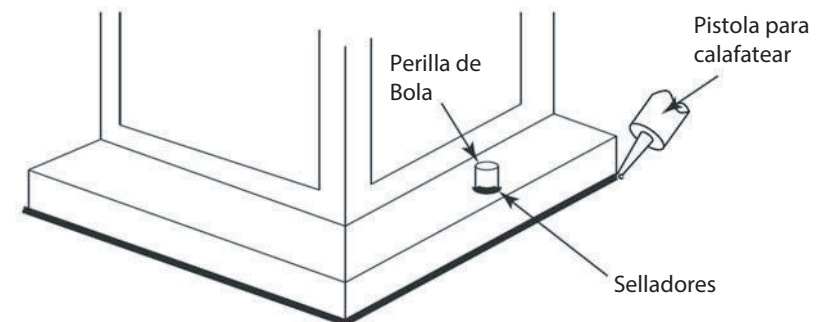

Figura 2
1. Conecte el cable de alimentación positiva (A) (normalmente negro el lado no marcado suave del cable de dos conductores) de plomo accesorio positivo (B) con un giro de tamaño apropiately conector - **Véase la Figura 2 y 3**.
2. Conecte el cable de alimentación negativa (C) (por lo general de color blanco o el lado marcado estriado del cable de dos conductores) de plomo accesorio negativo (D).
Loop alambre de tierra (E) (generalmente de cobre o verde recubierto de plástico) debajo de la cabeza del tornillo de tierra (S) en la brida de montaje accesorio (M) y conectar con el extremo suelto del cable de tierra luminaria directamente al cable de tierra del sistema de construcción con un tamaño adecuado twist-conectores - **Véase la Figura 2**.
Después asegurar fijo en su lugar, se recomienda que la distancia entre la parte superior y la base de montaje del accesorio se sellará con cualquier buen masilla impermeable de calidad o sellador de silicona (no incluido). También se recomienda que una pequeña capa de madilla o sellador de ser sometidos a los mandos de bolas utilizadas para montar accesorio – Véase la Figura 2.